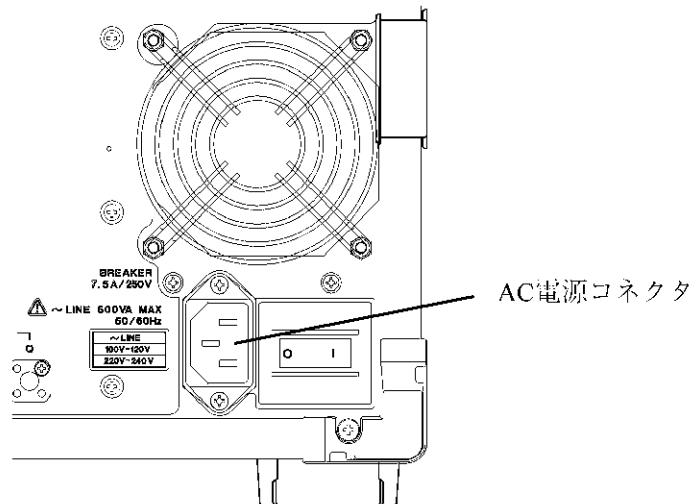

図 3-7 電源ケーブルの接続
2. 本器背面パネルの AC 電源コネクタと、保護接地端子を備えた 3 極電源コンセントを付属の電源ケーブルで接続します (図 3-7 を参照)。